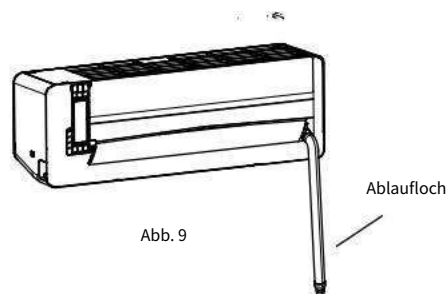

Abb. 9
2. Linkes hinteres Rohr anschließen (ähnlich dem linken unteren Rohr). (optional, siehe Abb. 9)
Die Position des Ablaufschlauchs finden Sie in der rechten Tabelle, siehe Abb. 9.